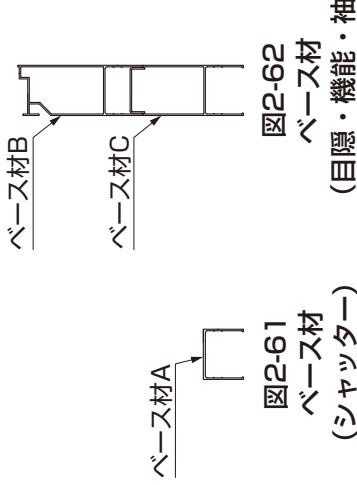

図2-62 ベース材
(2) ベース材の配置
- ①ベース材の配置を確認してください。
- ベース材には種類があります。(図2-61、図2-62、図2-63参照)